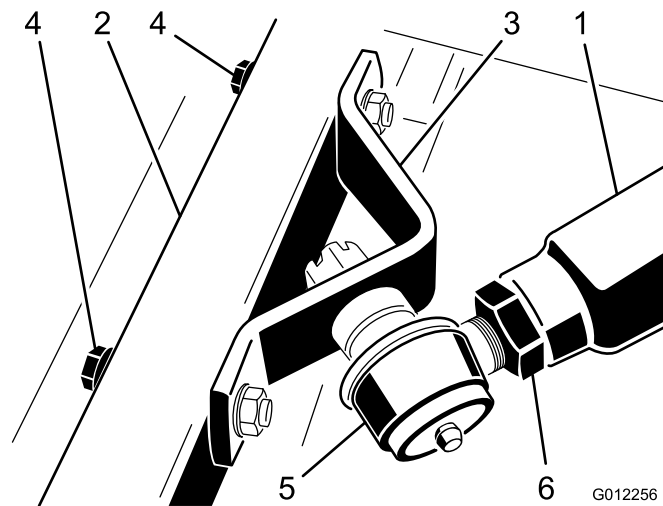

Figure 20
5. Demandez à une autre personne d'appuyer sur le bras de poussée droit pendant que vous enlevez les vis à tête, les rondelles plates et les contre-écrous qui fixent le support de rotule au bras pivotant sur le plateau de coupe (Figure 20). Cette même personne peut laisser remonter doucement le bras de poussée ce qui soulagera graduellement la charge de 45 kg du ressort.
3. Demandez à une autre personne d'appuyer avec précaution sur le bras de poussée droit jusqu'à ce que les trous du support de rotule soient en face des trous du bras pivotant (Figure 20).